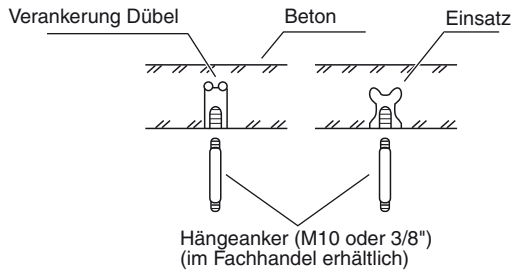

Abb. 3-3
- Die Hängeanker einsetzen (Abb. 3-3) oder